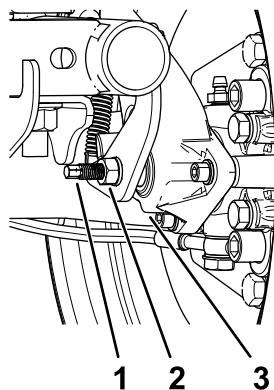

Figura 61
3. Usando 2 llaves, sujeté el espárrago de ajuste de la pinza con una llave y afloje la contratuerca ¼ de vuelta con la otra llave (Figura 61).
4. Sujetando el espárrago de ajuste y la contratuerca para que no se muevan, gire el espárrago de ajuste hacia dentro para apretarlo (Figura 61).
5. Sujetando el espárrago de ajuste y la contratuerca para que no se muevan, afloje el espárrago ¼ de vuelta (Figura 61).
6. Sujetando el espárrago de ajuste y la contratuerca para que no se muevan, apriete la contratuerca (Figura 61).